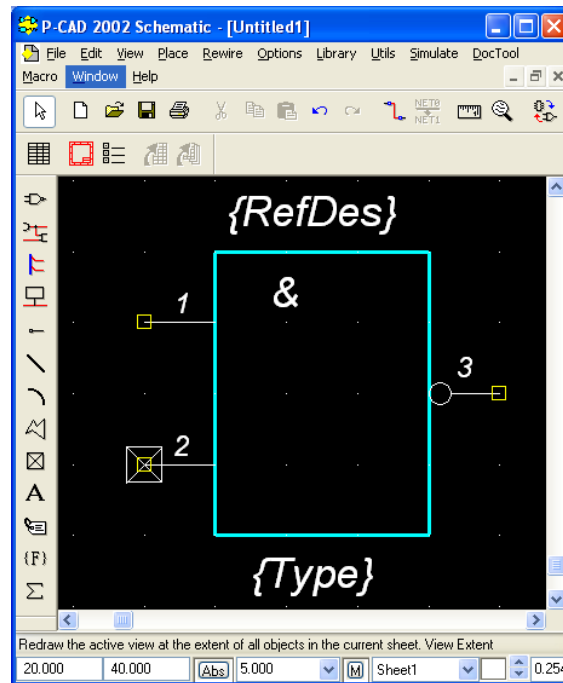

Рис. 4.25 - УГО логического элемента «2И-НЕ» доступно для редактирования
- Командами *Edit/Explode Part* выбранный символ преобразовать в набор графических объектов. После этих команд доступными для редактирования оказываются отдельные детали УГО (линии, выводы, надписи) (рис. 4.25).